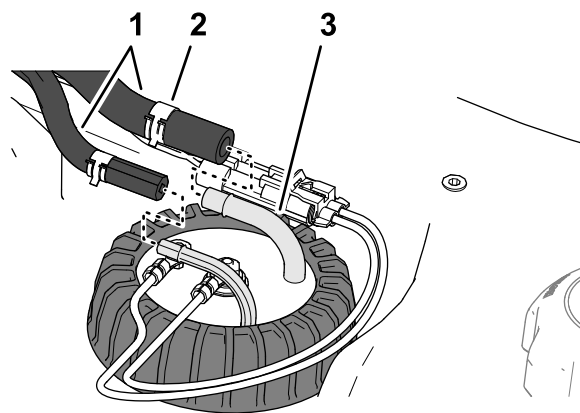

図 124
5. 燃料センダのフィッティングにホースを取り付けてホースをクランプでフィッティングに固定する図 124。